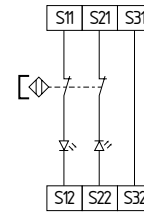

Fig. 16
**Commande à deux canaux d'interrupteurs de sécurité magnétiques selon EN 60947-5-3 (Fig. 16)**